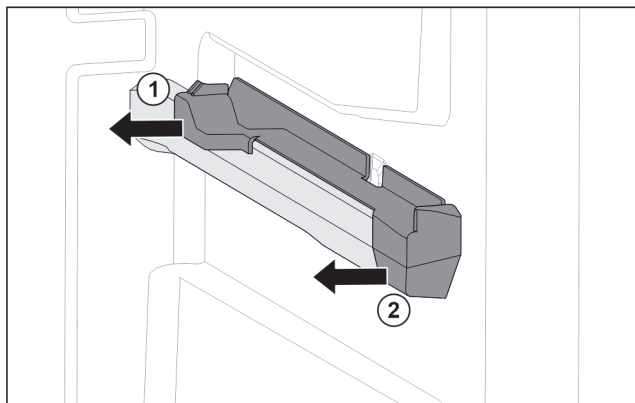

Fig. 84 Вставная часть на правом контейнерном ребре
- ▶ Отодвиньте вставную часть сзади в сторону. Fig. 84 (1)
- ▶ Отодвиньте вставную часть спереди в сторону. Fig. 84 (2)